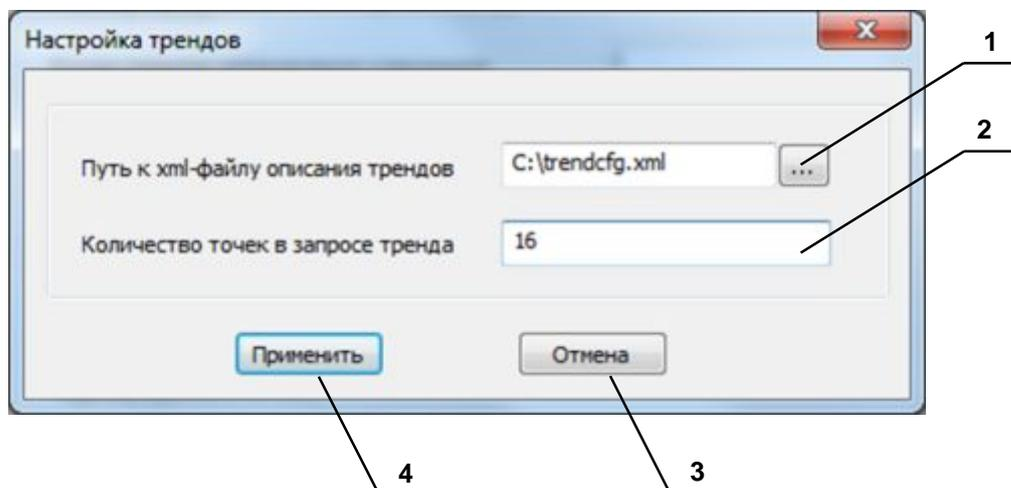

Рисунок 6.5 – Диалоговое окно настройки трендов
- 20 **Настройка трендов.** При нажатии на данную кнопку появляется диалоговое окно (рисунок 6.5), определяющее путь к xml-файлу описания трендов контроллера. Файл krug\_db.dtd должен находиться в том же каталоге, что и xml-файл.
При нажатии на кнопку «**Настройка трендов**» появляется диалоговое окно, в котором можно настроить путь к xml-файлу описания трендов контроллера (рисунок 6.5).